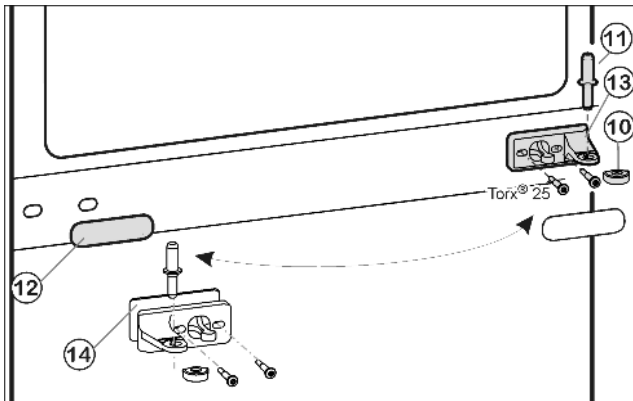
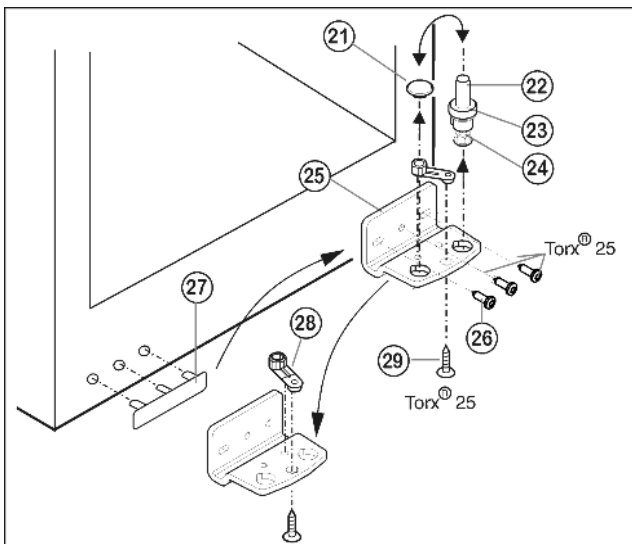

Fig. 5
Fig. 6
- ▶ Estrarre il perno di supporto centrale Fig. 5 (11) dal blocco di supporto e dalla porta inferiore.
- ▶ Staccare il coperchio di plastica Fig. 5 (10).
- ▶ Svitare il blocco di supporto centrale Fig. 5 (13) (2 x Torx® 25).
- ▶ Staccare il pannello di copertura Fig. 5 (12) facendo attenzione.
- ▶ Avvitare il blocco di supporto centrale Fig. 5 (13) con spessore Fig. 5 (14) ruotato di 180° sul nuovo lato cerniera saldamente a 4 Nm.
- ▶ Innestare nuovamente la copertura Fig. 5 (12) ruotata di 180° sul nuovo lato impugnatura.
- ▶ Togliere completamente il perno di supporto Fig. 6 (22) con lo spessore Fig. 6 (23) e il piedino di regolazione Fig. 6 (24), estrarre tirando verso l'alto.
- ▶ Togliere il tappo Fig. 6 (21).
- ▶ Svitare il blocco di supporto Fig. 6 (25).
- ▶ Svitare l'elemento di supporto Fig. 6 (28) e spostarlo Fig. 6 (29) nel foro di alloggiamento opposto, serrarlo nuovamente.
- ▶ Staccare la copertura lato maniglia Fig. 6 (27) facendo attenzione e spostarla sul lato opposto.
- ▶ Fissare nuovamente il blocco di supporto Fig. 6 (25) sul nuovo lato cerniera, eventualmente servendosi di un avvitatore a batteria (a 4 Nm) a 4 Nm.
- ▶ Inserire nuovamente il tappo Fig. 6 (21) nell'altro foro.
- ▶ Inserire nuovamente il perno di supporto Fig. 6 (22), con lo spessore e il piedino di regolazione. Prestare attenzione in modo l'arresto sia rivolto verso il dietro.
- ▶ Appoggiare la porta inferiore dall'alto sul perno di supporto in basso Fig. 6 (22).
- ▶ Applicare nuovamente il coperchio di plastica Fig. 5 (10) sul blocco di supporto centrale Fig. 5 (13).
- ▶ Inserire il perno di supporto centrale Fig. 5 (11) sul nuovo lato cerniera attraverso il blocco di supporto centrale Fig. 5 (13) nella porta inferiore.
- ▶ Mettere la porta superiore sul perno di supporto centrale Fig. 5 (11).
- ▶ Eventualmente allineare le porte sopra le due asole nel blocco di supporto in basso Fig. 6 (25) e nel blocco di supporto al centro Fig. 5 (13) a filo con l'involucro dell'apparecchio. Svitare la vite centrale nel blocco di supporto in basso Fig. 6 (25).